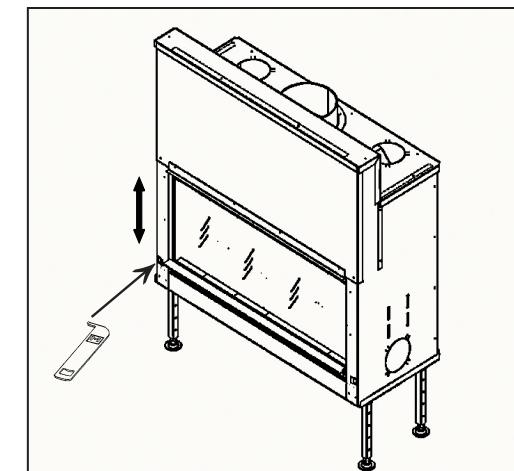

FIG. 2
- Controllare sempre il buon funzionamento della porta saliscendi del caminetto dopo averlo installato (vedi fig. 2).
- Contrôlez la bonne marche de la porte coulissante du LUNA GOLD avant montage définitif. (Fig.2)